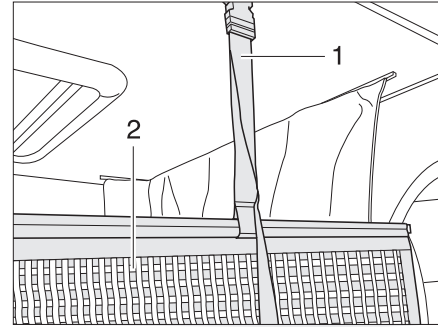

Fig. 111 Soporte red de seguridad
La red de seguridad (Fig. 111,2) con los cinturones de sujeción está guardada debajo del colchón. Tender la red de seguridad cuando las personas ya se encuentren en la cama elevada.
- Engatillar los cinturones de sujeción (Fig. 111,1) en los soportes en el techo.